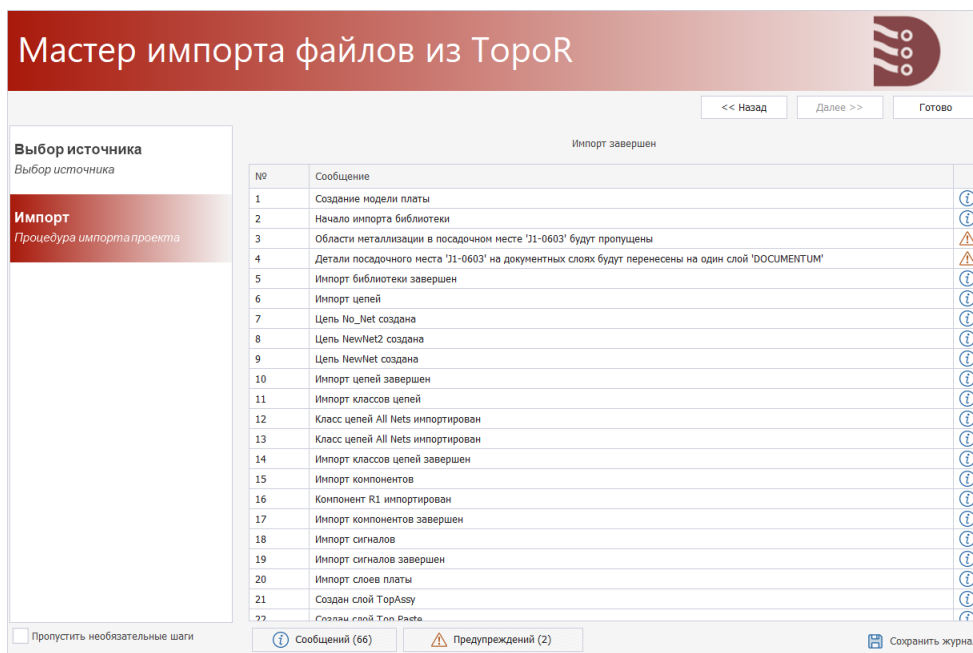

Рис. 67 Завершение импорта. Фитрация сообщений о процессе импорта
6. После завершения процесса импорта в окне с отображением процедуры импорта с помощью кнопок, расположенных внизу окна, можно отфильтровать сообщения, Рис. 67, а также сохранить журнал по процессу импорта. После завершения процедуры импорта нажмите «Готово».